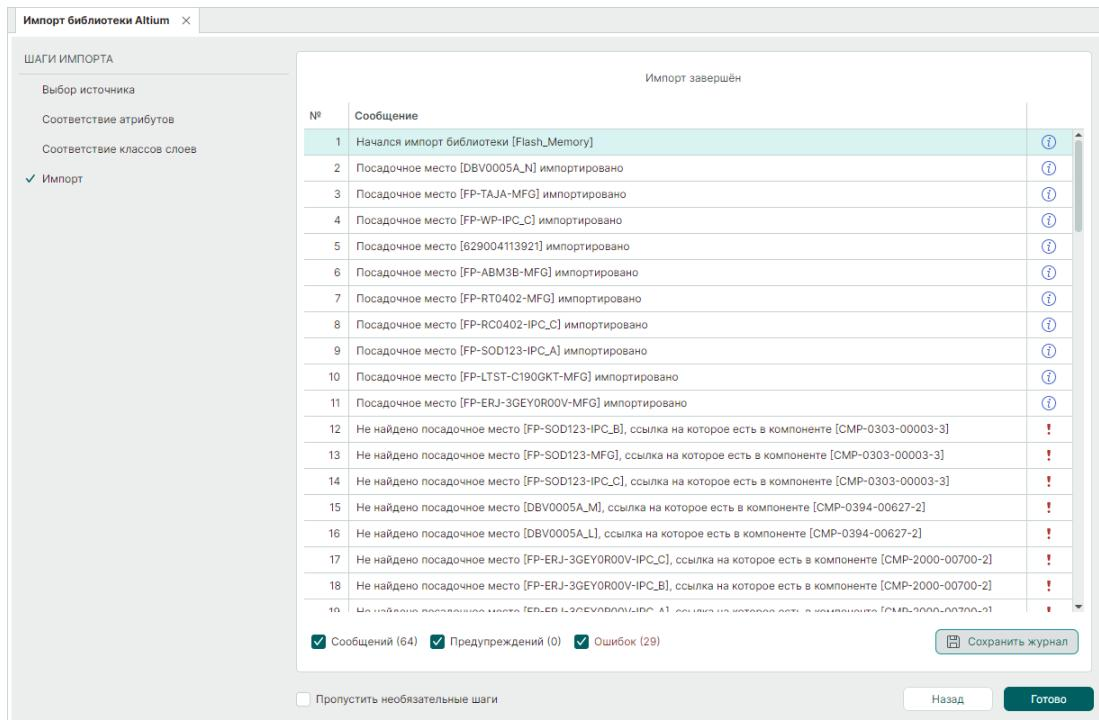

Рис. 12 Завершение импорта
7. По завершении импорта библиотеки в окне отображаются сообщения, см. Рис. 12.